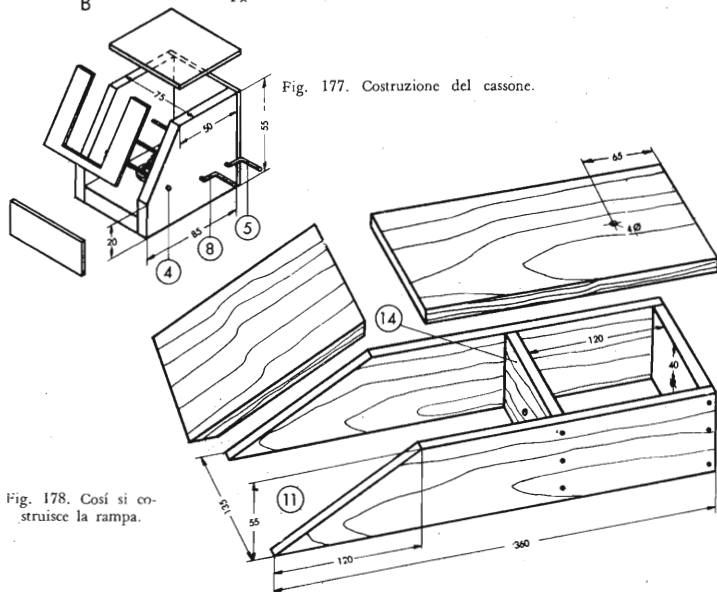

Fig. 178. Così si costruisce la rampa.
La rampa, di assi 10 mm incollati ed inchiodati, ha nelle pareti trasversali due fori di 4 mm esattamente corrispondenti, per l'albero (17), ed un foro centrale nella parte superiore (fig. 178), sopra e sotto del quale avvittiamo il rinforzo (12) ed il cavallotto (13), di ferro piatto, in modo che i due fori di 4 mm per l'albero (9) si trovino esattamente in linea verticale. Ricopriamo la rampa con carta a disegno adatto, montiamo l'albero (17) con la ruota (16), le ghiere (19) e, sulla parte sporgente, la manovella (18) di legno compensato.